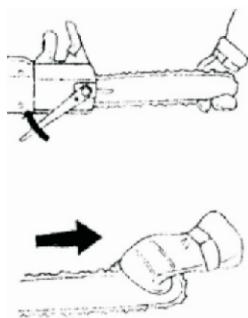

рис. 5
4. Приподнимите конец шины и натяните цепь. Цепь считается натянутой правильно, если она не имеет провисания с нижней стороны шины, но легко движется от руки. Приподнимите конец шины и затяните гайку крепления шины комбинированным ключом. Если цепь новая, натяжение цепи следует проверять почаше до тех пор, пока цепь не приработается. Регулярно проверяйте натяжение цепи. Правильно натянутая цепь обеспечивает высокую производительность и продолжительный срок службы (**см. Рис. 5**).